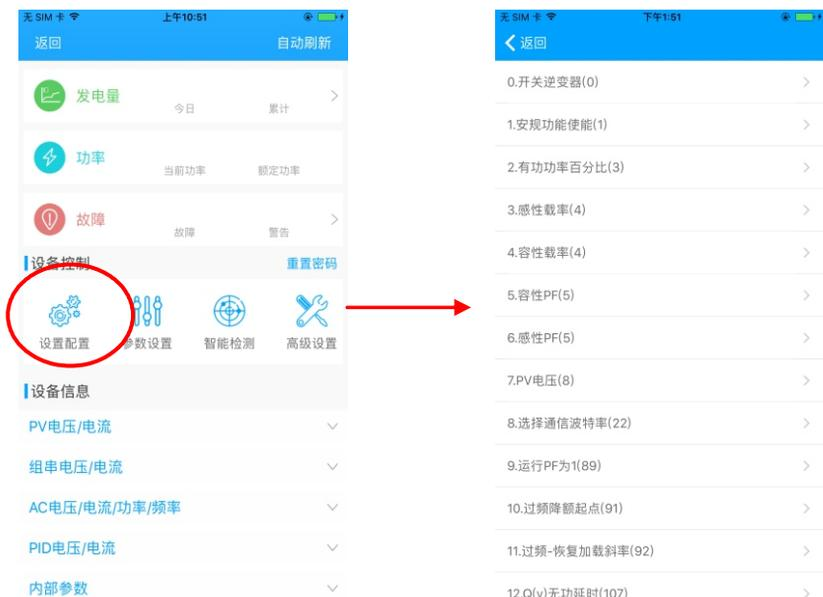

图 8.36
B.设置配置：根据使用情况可对逆变器配置进行修改，如图8.36。